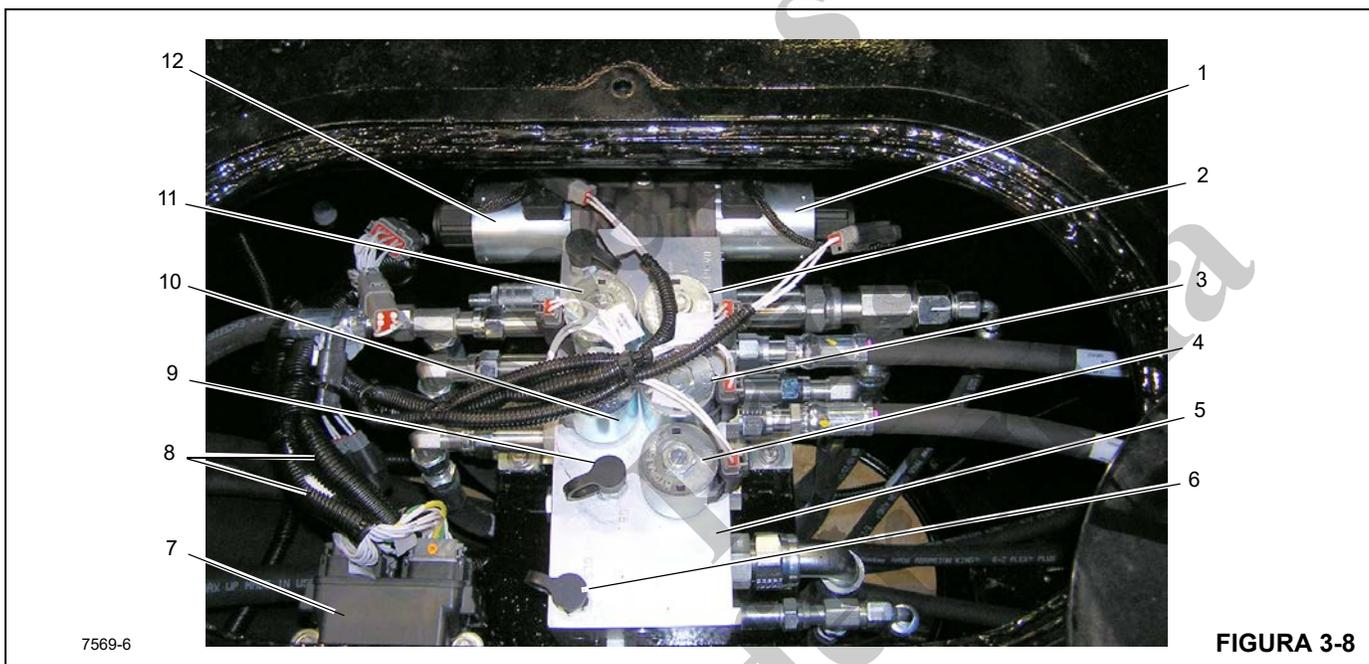
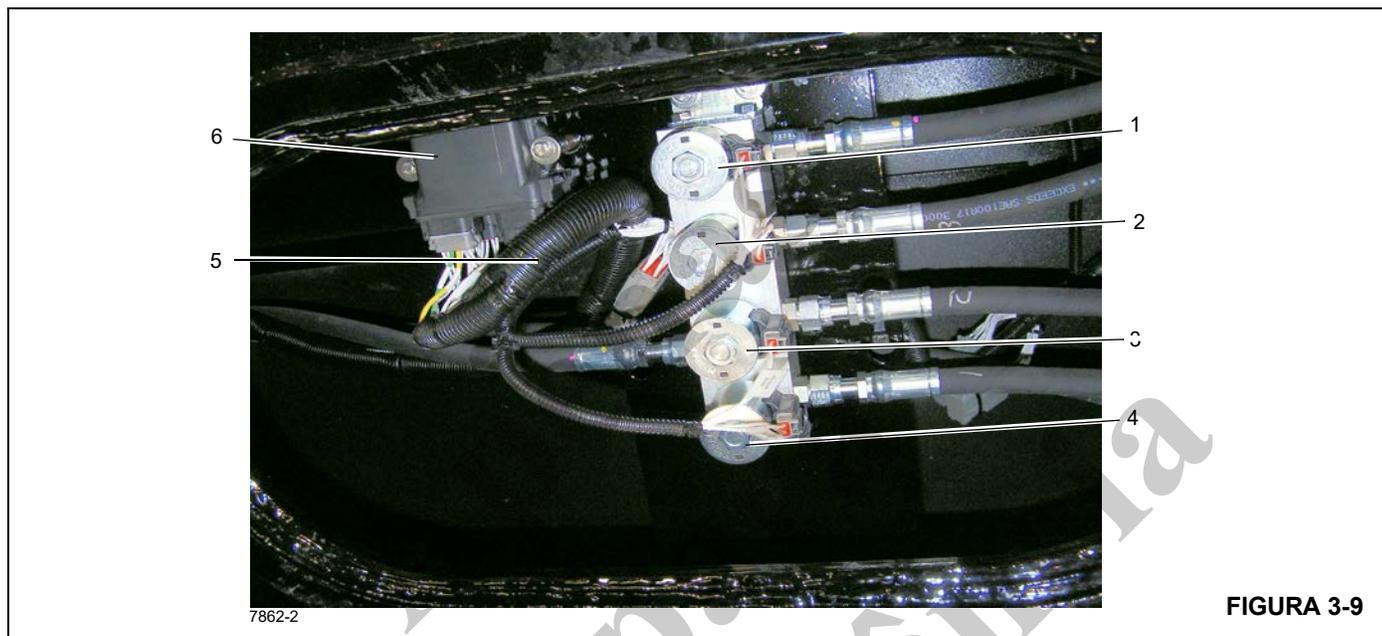

FIGURA 3-8
FIGURA 3-9
Há dois coletores de estabilizadores localizados na estrutura da caixa T do guindaste. O coletor do estabilizador frontal está montado no centro da estrutura do guindaste entre a cabine e a caixa do estabilizador frontal (Figura 3-8).
O coletor do estabilizador traseiro está montado no centro da estrutura do guindaste entre a parte traseira da superestrutura e a caixa do estabilizador traseiro (Figura 3-9).
**NOTA:** Os módulos dos estabilizadores frontal e traseiro (Figura 3-8 e Figura 3-9) não são reparáveis. Entre em contato com o Serviço ao Cliente Manitowoc Crane Care sobre questões de serviço ou reparo do módulo.
Os solenóides no coletor do estabilizador frontal (Figura 3-8) controlam a seleção dos componentes do estabilizador frontal, estabilizador central dianteiro (SFO) (se equipado) e as funções de retração e extensão de todos os componentes do estabilizador frontal.
- O solenoide do estabilizador central frontal (SFO) único (4) estende ou retrai o SFO quando energizado. Sempre que o botão de retração no controle do estabilizador é pressionado, o SFO é retraído primeiro.
- O solenoide de extensão (12) controla as funções de extensão de todos os componentes do estabilizador.
- O solenoide de retração (1) controla as funções de retração de todos os componentes do estabilizador.
- Os solenoides (2) (3) e (10) (11) controlam os componentes do estabilizador frontal. Consulte a Figura 3-8 para identificação dos solenoides.
- Os módulos dianteiros inferiores N° 1 e N° 2 (7) estão conectados ao chicote elétrico (8) principal da estrutura inferior e fornecem dados funcionais do estabilizador para o módulo servidor principal.
Lista de itens da Figura 3-8
Os solenoides no coletor do estabilizador traseiro controlam as funções do estabilizador traseiro. Consulte a Figura 3-9 para identificação dos solenoides.
Lista de itens da Figura 3-9